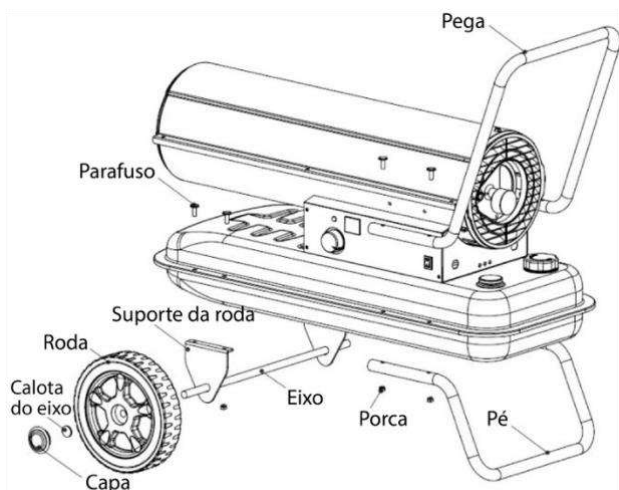

Figura 3. Montagem da pega e das rodas.
3. Posicionar a pega e o pé ao nível dos orifícios do depósito de combustível, colocar os parafusos nos orifícios e apertá-los bem utilizando as ferramentas adequadas. Ver a **figura 3**.